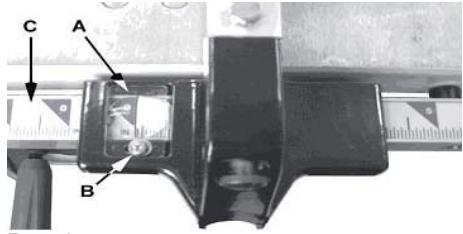

Рис. 9
- Дис. рис. 9:
- Тонка лінія на індикаторі (A) повинна сполучитися з відміткою «0» на планці (C). В іншому випадку:
• Послабте регулювальний гвинт (B).
• Відрегулюйте та закріпіть гвинт (B).